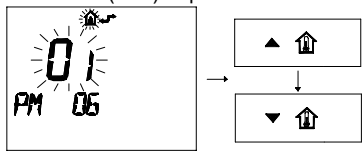

fig. 8.15
- 6 Modificare il **SET** programmato agendo sui pulsanti  o  ed aspettare che il numero programmato cominci a lampeggiare fig. 8.15